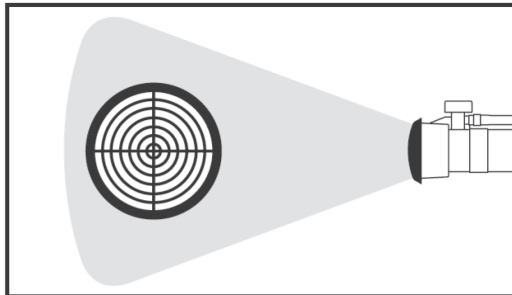

Рис. 28
- Конусная решетка (Рис. 28) создает широкий, короткий конус распыления с большой плотностью капель. Применяется для бережной обработки ослабленных растений, или растений на ранних стадиях роста.